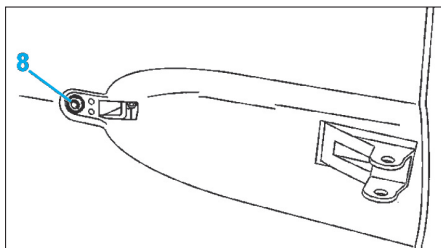

Fig. 39
- Déposer la fixation (8) du support (Fig.39).